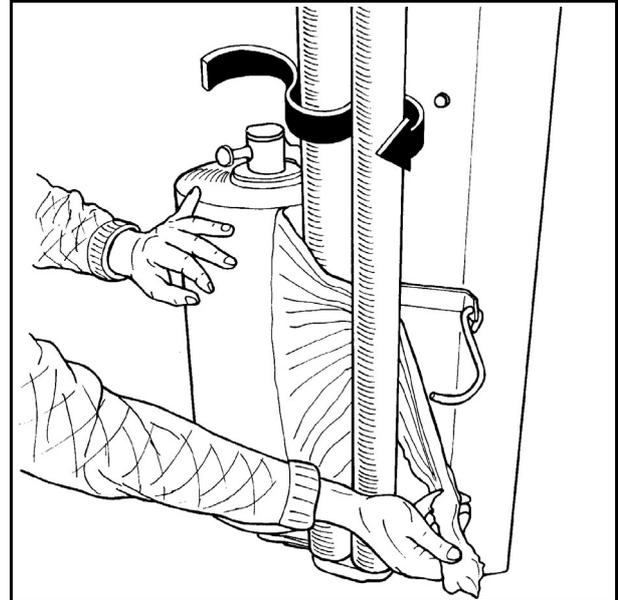

Bild 4-2
- 4.3 Die Folie wie abgebildet in Richtung der Pfeile zwischen den Rollen des Vorspanners hindurchziehen. (Siehe Abb. 4-2). (Siehe auch Schild am Wickelarm.)